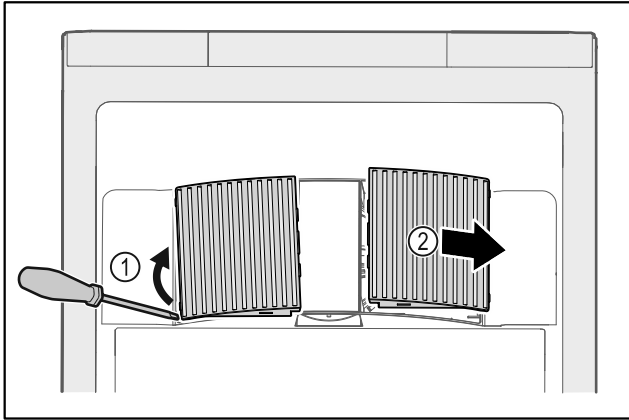

Fig. 144
- ▶ Осторожно подденьте крышки вентилятора сбоку Fig. 144 (1) и снимите их движением вперед Fig. 144 (2).